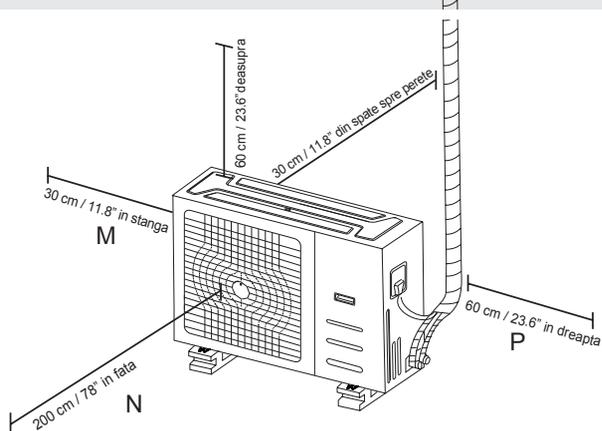

Fig. 5.6
**NOTA:** Distanța minimă dintre unitatea exterioară și pereți descrisă în ghidul de instalare nu se aplică în cazul camerelor închise ermetic. Asigurați-vă că mențineți libere cel puțin două din cele trei direcții ale unității exterioare (M, N, P) (vezi Fig. 5.6)